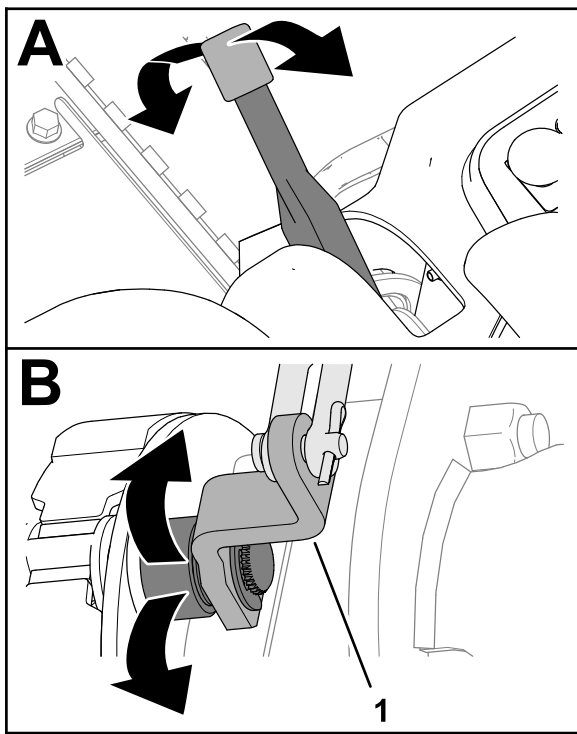

Bild 71
2. Bewegen Sie den Feststellbremshebel auf und ab, um zu prüfen, ob sich der Hebel für den Bremsnockenhebel frei bewegen lässt (Bild 71).